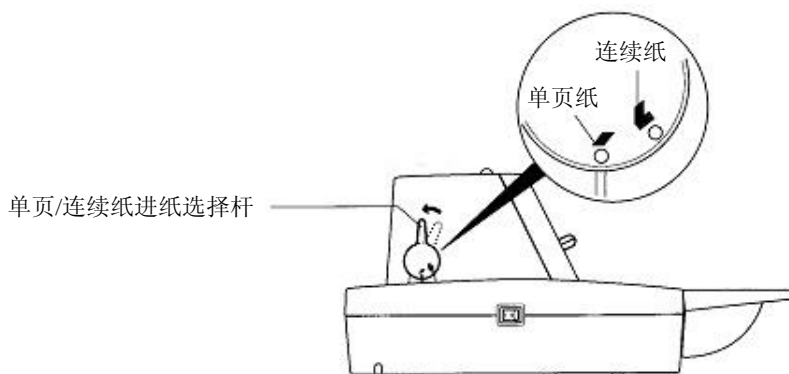

图 3-2 使用单页/连续纸进纸选择杆（单页纸）
2. 将单页/连续纸进纸选择杆置于单页进纸方式位置（如图 3-2 所示）。